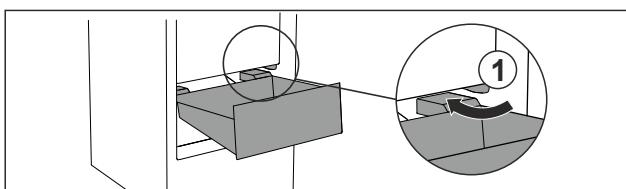

Fig. 78
- Обвести висувний ящик навкіс навколо стопора Fig. 78 (1).